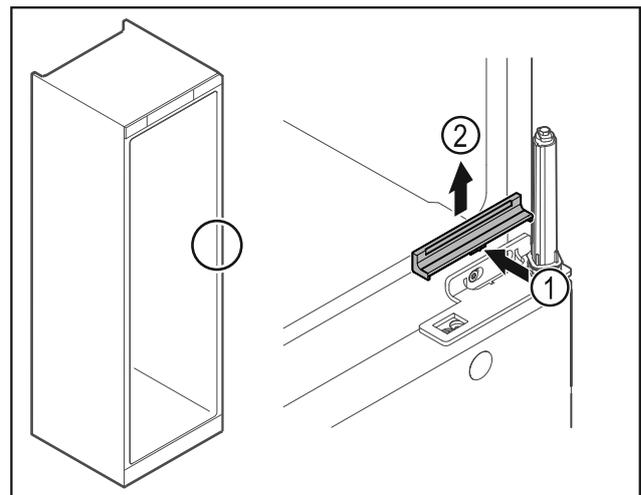

Fig. 26
- ▶ Abdeckung Fig. 26 (1) in der Mitte leicht eindrücken und nach oben abnehmen Fig. 26 (2).